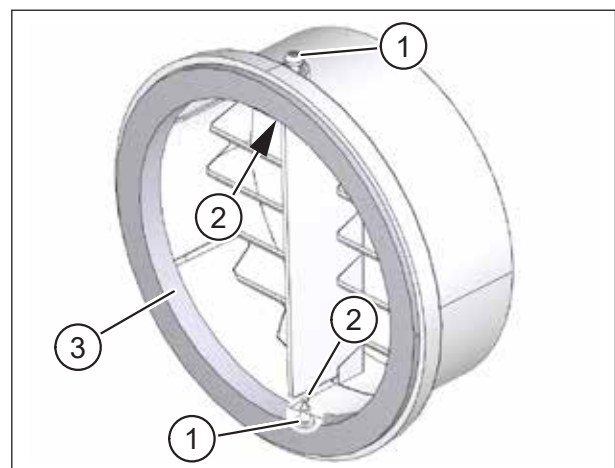

Abb. 13: Vaseline auftragen
- ▶ Drehen Sie jeweils die beiden Torx-Schrauben (Pos. 1 in Abb. 13) soweit aus den Fassadenabschlüssen heraus, dass die Schraubenspitzen in den Bohrungen (Pos. 2 in Abb. 13) verschwinden.
- ▶ Tragen Sie die mitgelieferte Vaseline auf die Innenseite des schwarzen Dichtrings (Pos. 3 in Abb. 13) beider Fassadenabschlüsse auf.